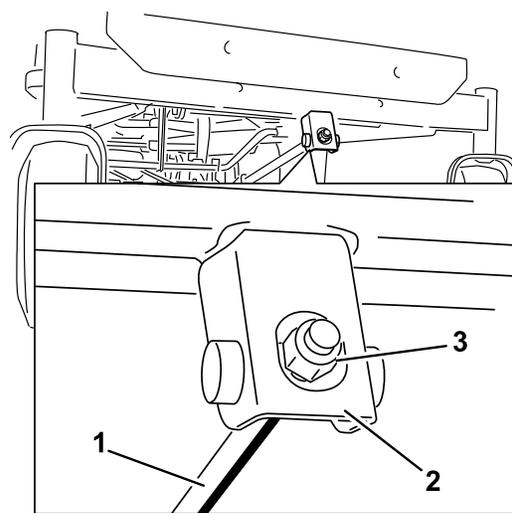

**Figure 61**
4. Faites pivoter les lames avec précaution pour faire passer les pointes avant à l'arrière (Figure 60 et Figure 61).
5. Mesurez la distance entre la pointe de la lame avant et la pointe de la lame arrière par rapport à la surface plane (Figure 60 et Figure 61). Si la pointe avant de la lame n'est pas de 1,6 à 7,9 mm (1/16 à 5/16 po) plus basse que la pointe arrière, réglez le contre-écrou avant.
8. Une fois le réglage effectué, vérifiez à nouveau l'inclinaison avant/arrière des lames. Poursuivez le réglage de l'écrou jusqu'à ce que la pointe avant de lame soit de 1,6 à 7,9 mm (1/16 à 5/16 po) plus basse que la pointe arrière (Figure 60 et Figure 61).